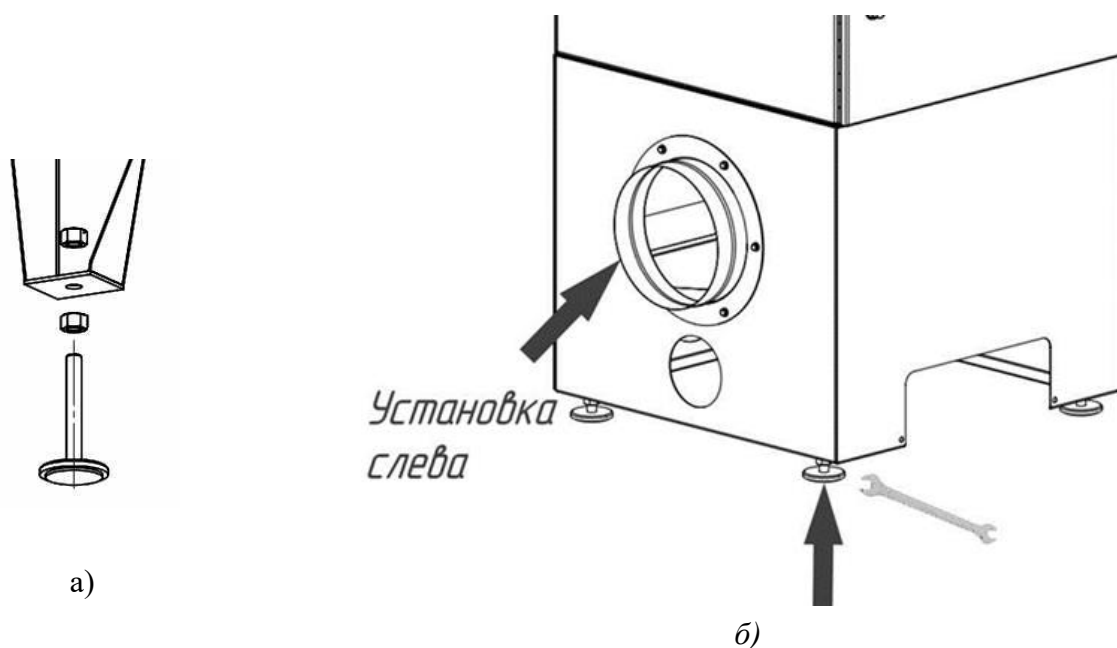

Рисунок 4
- 1) поднять агрегат при помощи грузоподъёмной техники над уровнем пола на высоту 300-400 мм, ввинтить в основание приёмной камеры регулируемые опоры (рисунок 4а);
- 2) разместить агрегат на месте последующей эксплуатации, отрегулировать высоту опор при помощи гаечного ключа 16х18 и уровня (рисунок 4б).
3) при необходимости, переустановить патрубок \varnothing 250 мм (установлен слева) и заглушку (установлена справа) (рисунок 4б). Сопрягаемые поверхности обработать герметиком, фланец для крепления патрубка закрепить болтами М6х16 и гайками М6;